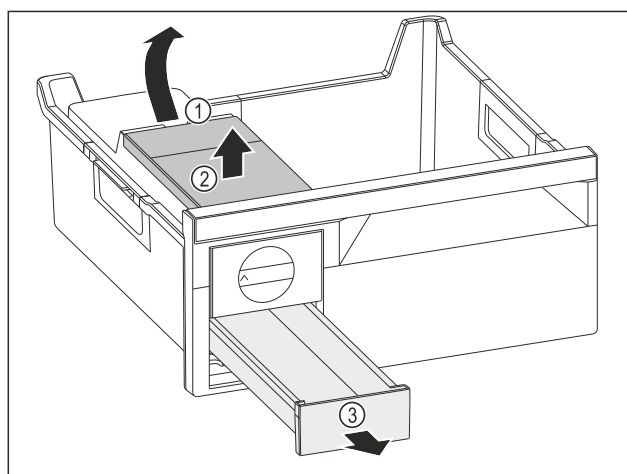

Fig. 103
- ▶ Wassertank entnehmen: Wassertank an der Ausparung Fig. 103 (1) anheben.
- ▶ Wassertank Fig. 103 (2) nach oben entnehmen.
- ▶ Eiswürfelschubfach Fig. 103 (3) nach vorne entnehmen.